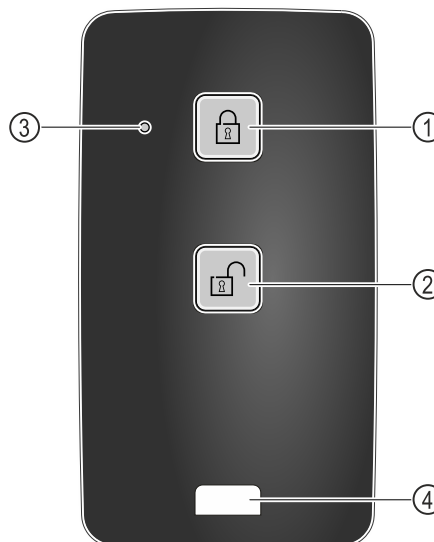

Fig. 219
- (1) Blocați încuietoarea
- (2) Deblocați încuietoarea
- (3) LED de stare
- (4) Ureche de fixare
- ▶ Apăsăți tasta Fig. 219 (1) de pe telecomandă.
- ▶ Apăsăți tasta Fig. 219 (2) de pe telecomandă.
- ▶ LED-ul de stare Fig. 219 (3) oferă un răspuns optic atunci când este apăsat un buton.
- ▶ Urechea Fig. 219 (4) pentru fixarea telecomenzii, de exemplu la un breloc.